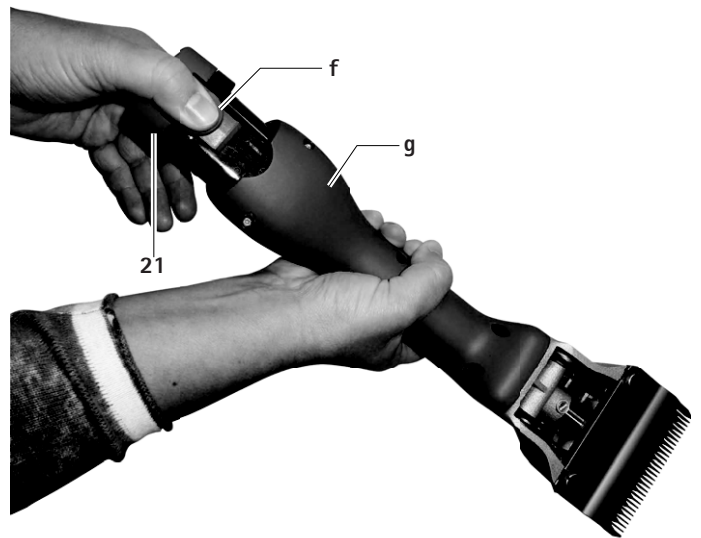

Fig. 1
- ▶ Tenir la tondeuse à accum **g** tête de tonte vers le bas, de façon à ce que l'accum Li-ion **21** ne tombe pas lors du déverrouillage, voir Fig. 1.